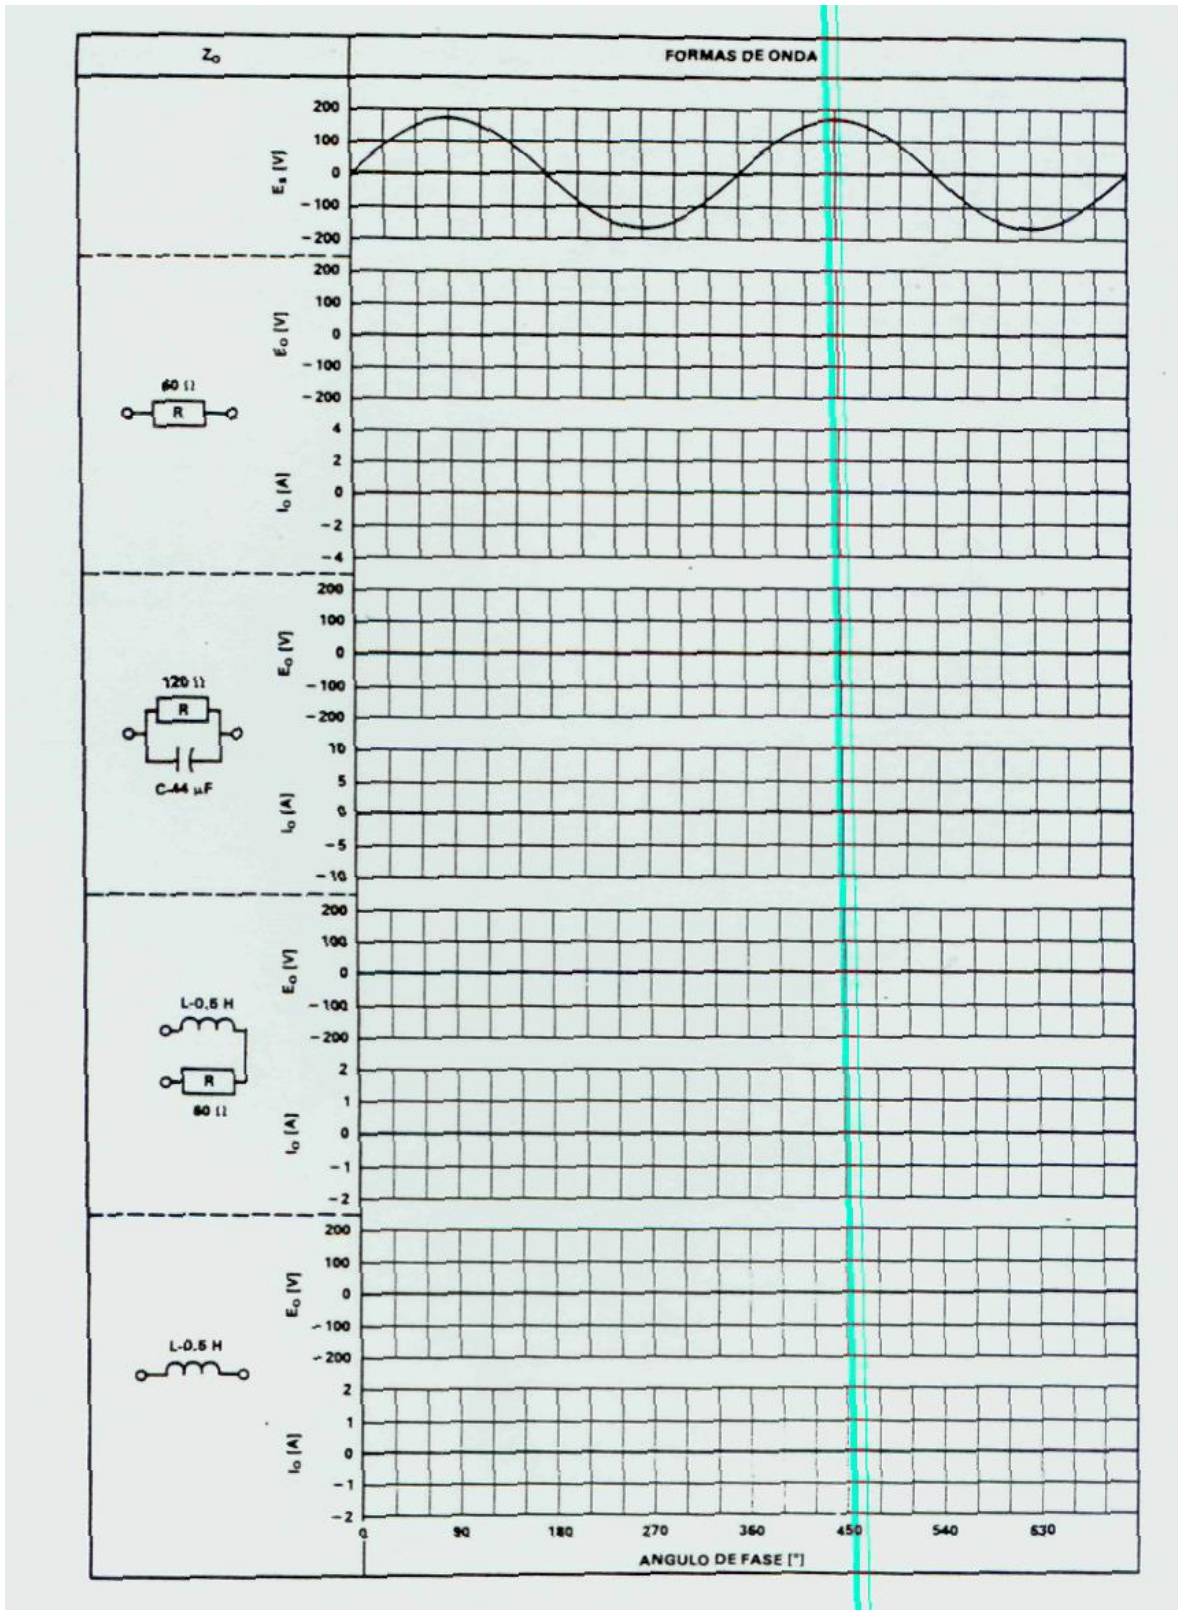

Figura 3-9, Formas de onda de E_0 e I_0 .
Utilice la Figura 3-9 para dibujar las formas de onda de E_0 e I_0 observadas en el osciloscopio y complete la primera línea de la Tabla 3-1
4. Repita el paso 3 del procedimiento para los demás valores de Z_0 , tal como se indica en La Tabla 3-1 y en la Figura 3-9